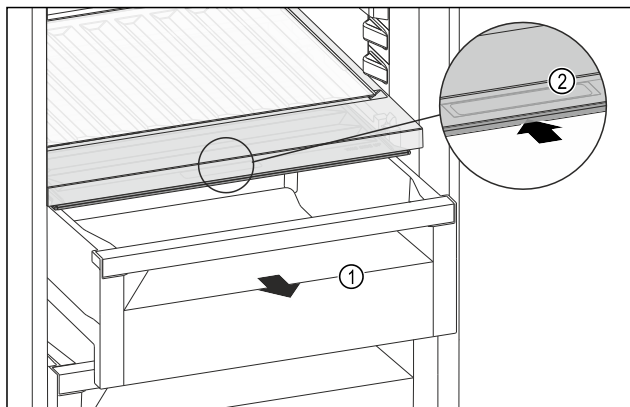

Fig. 193
- ▶ Zásuvku Fig. 193 (1) vytáhněte.
- ▶ Uchopte prohlubeň pro rukojeť Fig. 193 (2) na víku zásuvky a současně zasuňte víko zásuvky směrem dozadu.